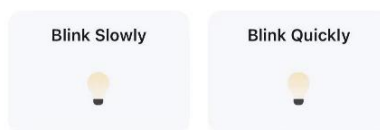
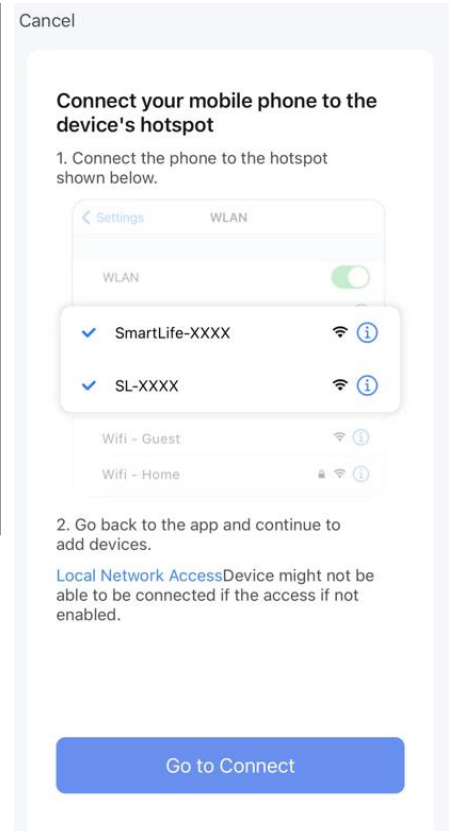

Fig. 2
Fig. 3
- 2) Appuyez sur « Next » (Suivant) sur la Fig.1. Vous obtiendrez la Fig.2 qui vous demande de vérifier l'état du témoin lumineux. Appuyez sur « Clignote rapidement ».
- 2) Appuyez sur « Suivant » dans la Fig. 1. Vous obtiendrez la Fig.2 qui vous demande de vérifier l'état du témoin lumineux. Appuyez sur « Clignote lentement ». Continuez à appuyer sur « Go to Connect » (Connecter) sur la Fig. 3 pour connecter votre téléphone mobile au point d'accès « SmartLife-XXXX » de l'appareil. Une fois le hotspot connecté, revenez à l'application.